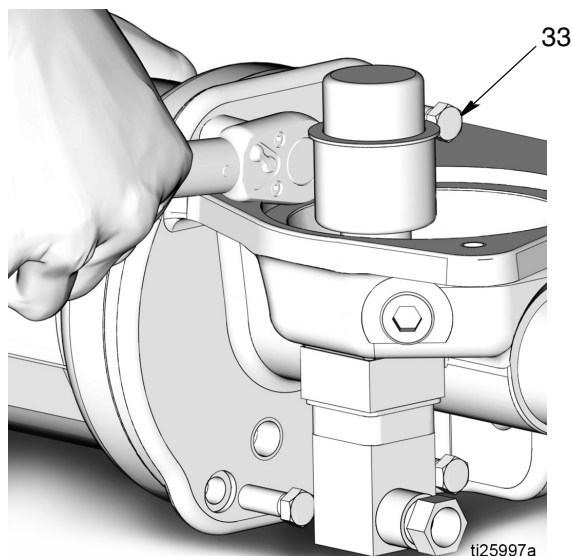

FIG. 53
- c. Installare 4 viti nuove. Serrare a mano le viti (33) in modo uniforme, ognuna un po' per volta, secondo uno schema in diagonale. Serrare quindi in diagonale a una coppia di 10-13 ft. lbs. (13,5-17,6 N•m). Vedere FIG. 53.